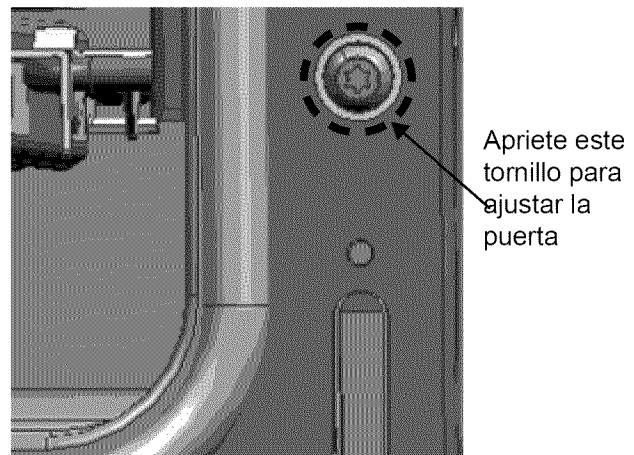

Figura 24: Tornillo de ajuste de la bisagra
3. Para las grandes y pequeñas hornillas, si la puerta o la agarradera parecen levemente desniveladas, puede ajustar su inclinación apretando o aflojando el tornillo Torx de la bisagra con un gran destornillador Torx T-20. El tornillo se encuentra directamente encima de la ranura de la bisagra. Apriétela o aflójela según el ajuste que haga falta para alinear correctamente la puerta (*Figura 24*).